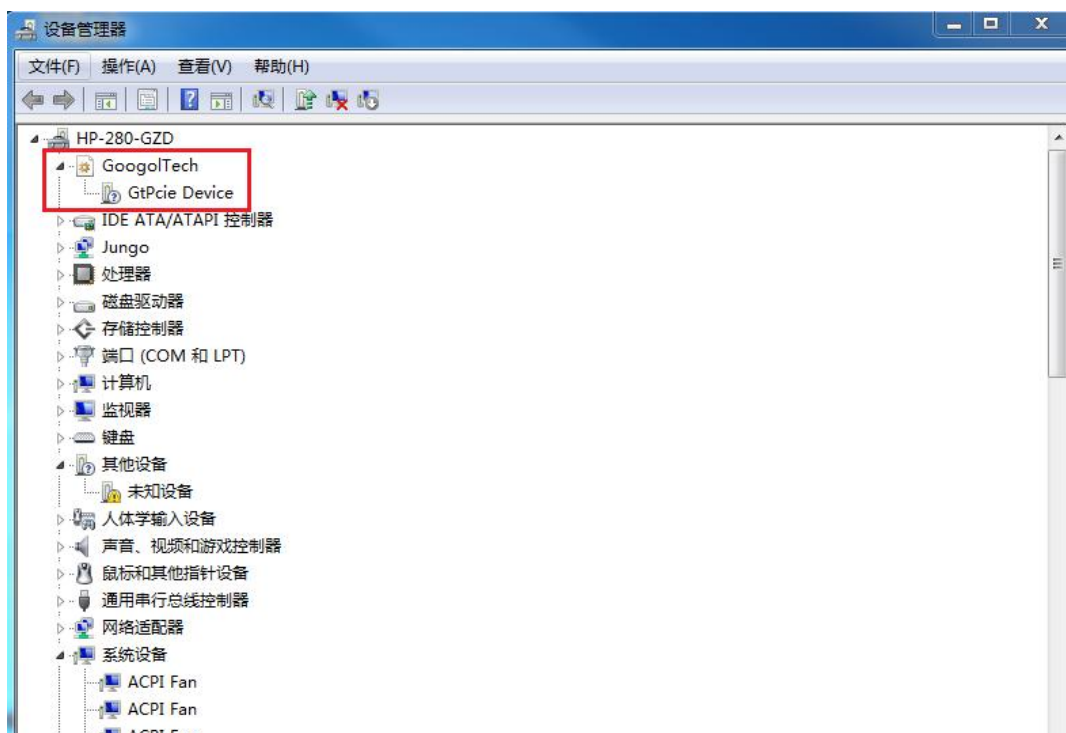

图 2-7 控制器驱动程序安装界面 7
(9) 安装成功后, 打开设备管理器, 可以看到驱动已经安装成功, 如图 2-7 控制器驱动程序安装界面 7 所示。